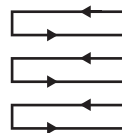

Fig. 21
- > Pour tondre, procédez par rangées qui se chevauchent légèrement. La méthode la plus efficace pour tondre le gazon est de procéder en lignes droites le long d'un des côtés. Cela permet de garder les lignes égales et garantit que tout le gazon est coupé sans oublier aucun endroit (Fig. 21).